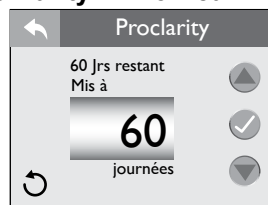

Figure 12.6e
- À partir du menu « Water Care » (Entretien de l'eau), vous pouvez régler la minuterie « ProClarity », Figure 12.6e.